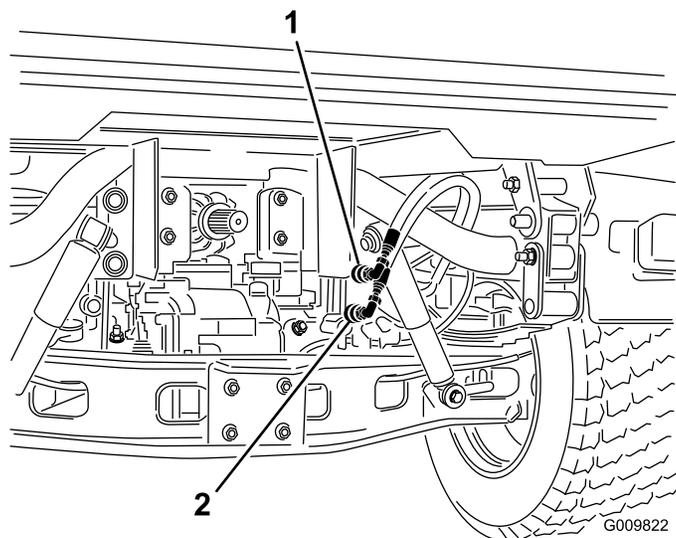

図 75
2. それぞれの車両で、クイックカップラホース2本を、カップラブラケットのホースから外す 図 75。